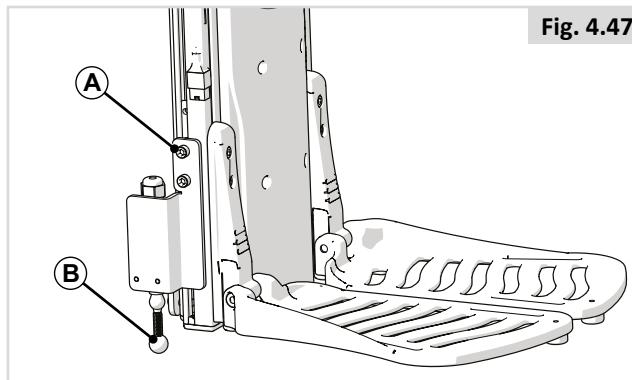

Fig. 4.47
Hvis funktionen 'Fodplade til gulv' (Fig. 4.47) er installeret, er der monteret en kontakt. Kontakten (A) skal justeres i højden, når underbenslængde er blevet justeret. Sørg for, at kuglen på kontakten er placeret helt under fodpladens underste kant (B).